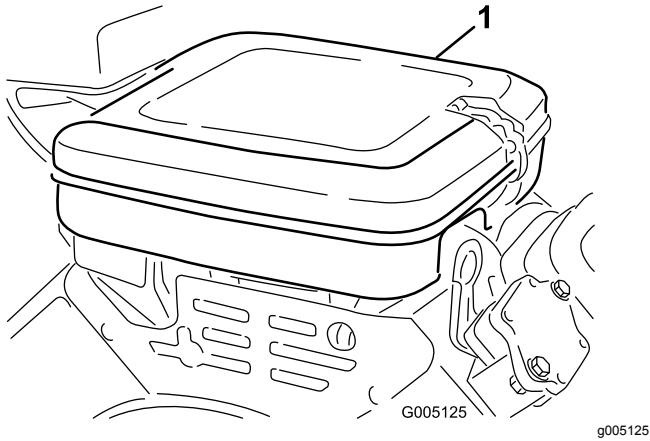

Bild 28
1. Reinigen Sie die Luftfilterabdeckung (Bild 28).